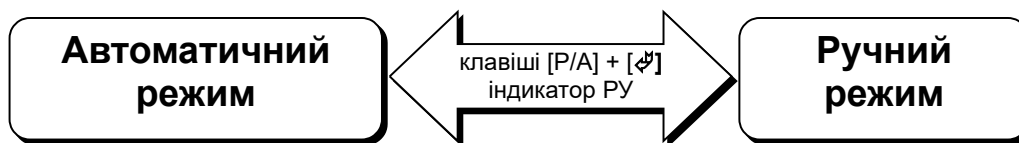

Рисунок 4.1 – Режими роботи регулятора МІК-122Н
4.6.1.4 Режим роботи регулятора - автоматичний або ручний є станом, що запам'ятовується. Після включення живлення регулятор перебуває у тому режимі, у якому перебував на момент відключення (рисунок 4.1).